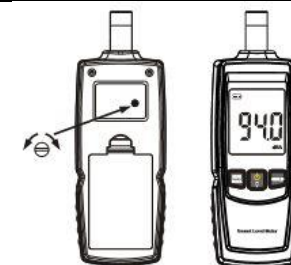

Рисунок 1.
3. Включите Калибратор (94Дб@1кГц) и настройте Потенциометр, находящийся на задней стороне прибора в отделении для батареек (см. Рисунок 1) так, чтобы на дисплее отобразилось значение 94.0 дБ.